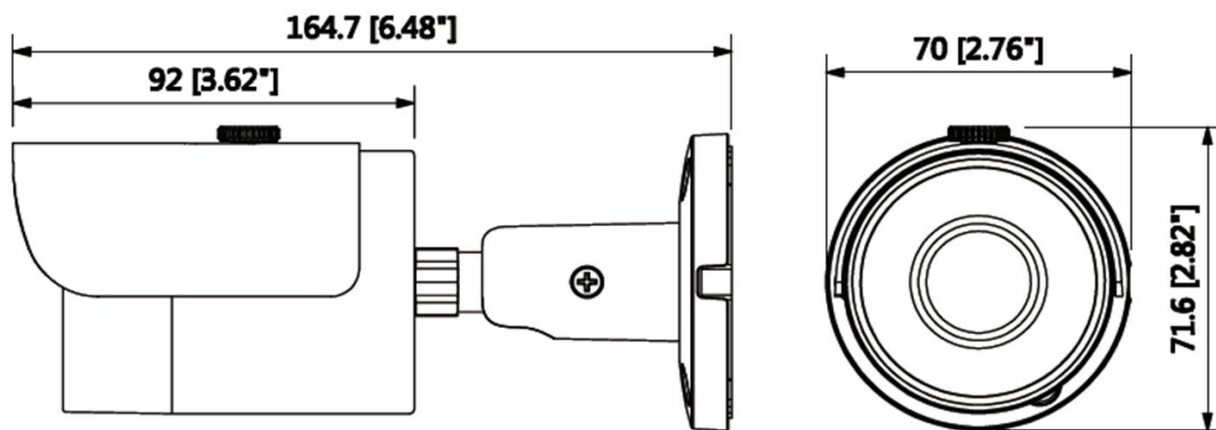

Рисунок 5.1
5.2 Выберите место крепления чамеры с учетом габаритных размеров (рис.5.1) и удобства работы с монтажным инструментом.